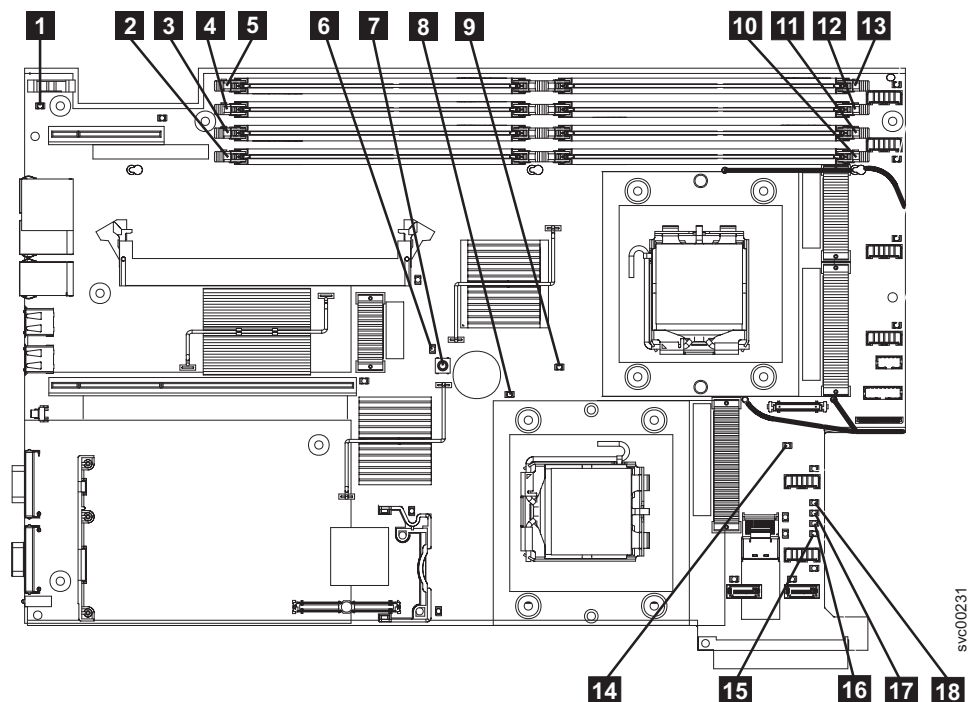

図 92. SAN ボリューム・コントローラー 2145-8G4 システム・ボード LED
はい 455 ページの表 36 を参照にして、特定のライト・パス診断 LED 用に指定されたアクションを実行して、ステップ 3 (457 ページ) に進みます。アクションによっては、システム・ボード上の LED 状態を監視する必要があります。図 92 は、システム・ボード LED の位置を示しています。ファン LED はそれぞれのファンに隣接して配置されています。必要な LED を表示するには以下を行います。
- d. ライト・パス診断ボタン (図 92 の **7**) を押します。